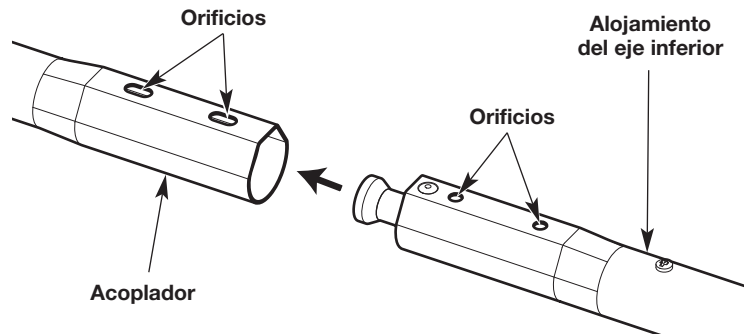
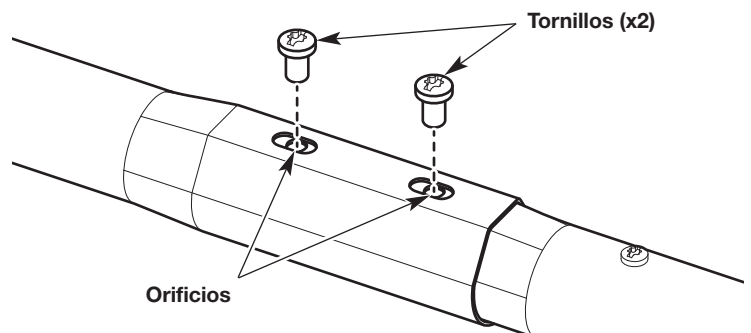

Fig. 3
Fig. 4
2. Invierta el segmento superior de la unidad. Los orificios del acople deben quedar hacia arriba (Fig. 3).
3. Invierta el segmento inferior de la unidad. Los orificios del alojamiento del eje inferior deben quedar hacia arriba (Fig. 3).
4. Empuje el alojamiento del eje inferior dentro del acople (Fig. 3). Los orificios del alojamiento deben estar alineados con los orificios del acople (Fig. 4).
5. Inserte los tornillos (x2) en los orificios alineados (Fig. 4).